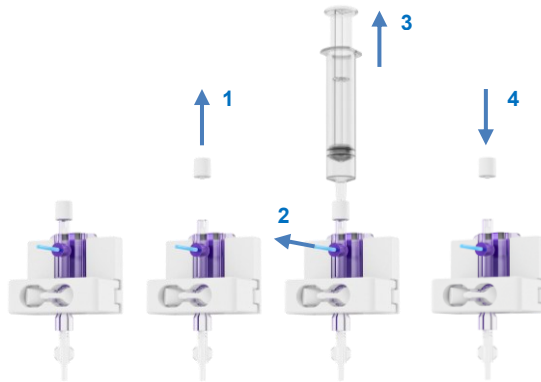

Abbildung 24 Entlüften des Drucksensors
- Nehmen Sie die Kappe oben am Drucksensor ab und setzen Sie eine sterile Spritze auf den Anschluss (Abbildung 24; Schritt 1).
- Zum Befüllen der Druckleitung und Entfernen der Luft ziehen Sie an der blauen Vorrichtung (Abbildung 24; Schritt 2), während Sie mit der Spritze aspirieren (Schritt 3). Stoppen Sie den Vorgang, sobald die Luft entfernt wurde.
- Setzen Sie die Kappe wieder auf den Drucksensor auf (Abbildung 24; Schritt 4)